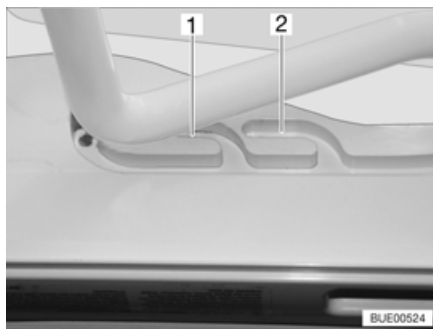
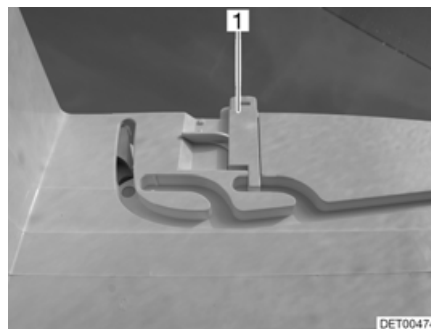

Fig. 109 Oblò Heki in posizione di ricircolo d'aria
Fig. 110 Bloccaggio della posizione di ricircolo d'aria
È possibile portare l'oblò Heki in due posizioni di ricircolo d'aria: Posizione brutto tempo (Fig. 109,1) e posizione centrale (Fig. 109,2). A seconda del modello, l'oblò può essere bloccato sulla posizione centrale del suo telaio con i due chiavistelli (Fig. 110,1) di sinistra e destra.
- Premere la staffa leggermente verso l'alto, spingerla nella guida selezionata (Fig. 109,1 o 2) ed eventualmente bloccarla.